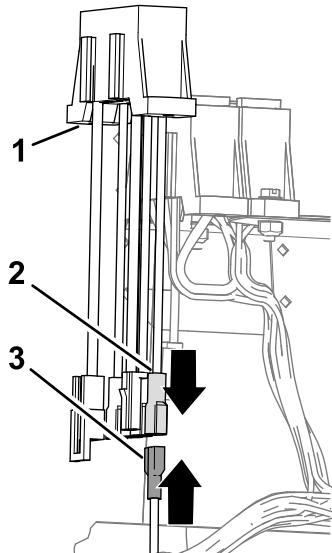

図 22
- 仕上げキット用ハーネスについているブレード形コネクタを、追加で取り付けた補助ヒューズブロックのソケットに接続する図 22。